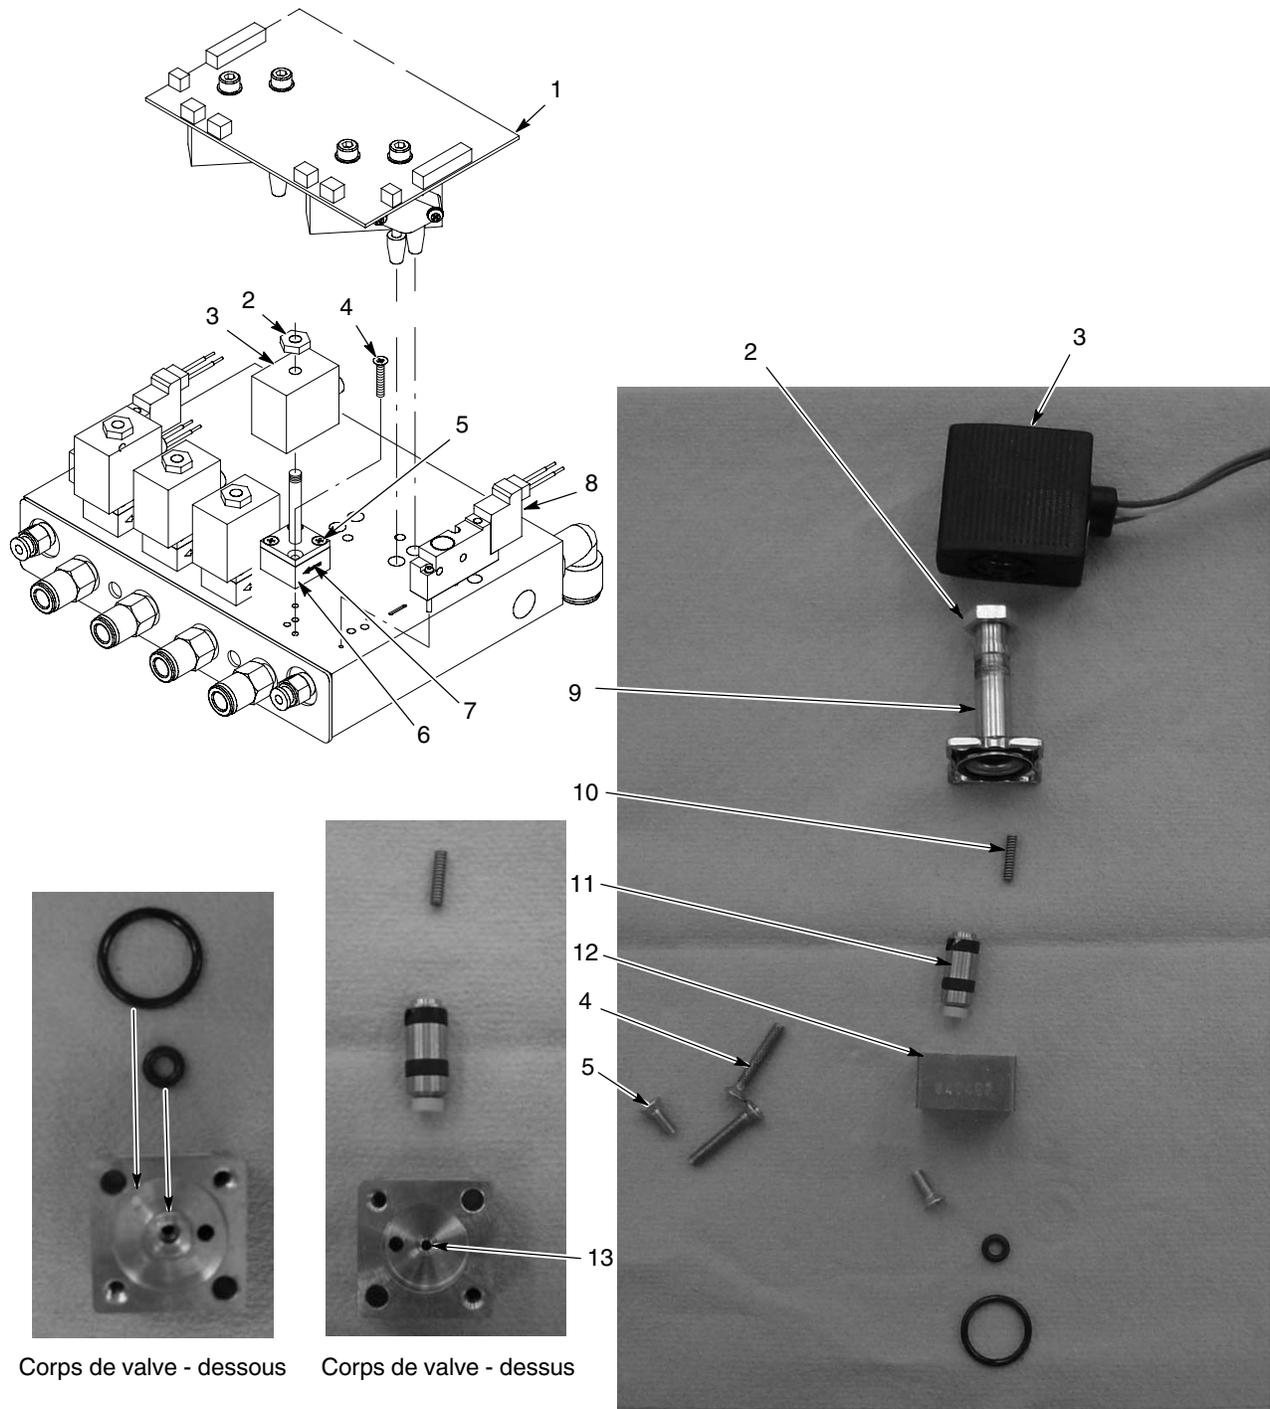

Figure 5-1 Dépose et remplacement de la valve proportionnelle du module iFlow
Voir la figure 5-1. Une source d'air encrassée peut entraîner un dysfonctionnement de la valve proportionnelle (6). Suivre ces instructions pour démonter et nettoyer la valve.
1. Débrancher les fils de la bobine (3) de la carte (1). Retirer l'écrou (2) et la bobine de la valve proportionnelle (6).
2. Retirer les deux longues vis (4) pour pouvoir déposer la valve proportionnelle du collecteur.
Voir la figure 5-1. Pour démonter les électrovannes des pistolets (8), retirer les deux vis dans le corps de valve et soulever la valve du collecteur.